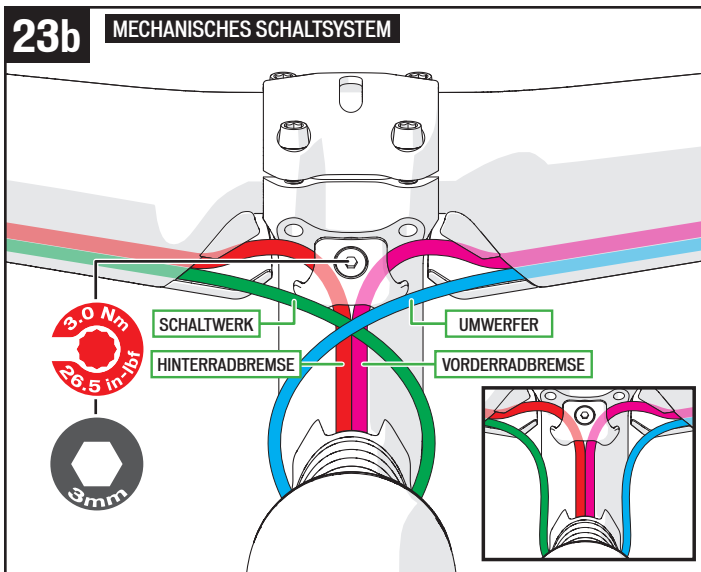

ABB. 23b: Fixieren Sie die Bremszughüllen unter dem Vorbau (mechanisches Schaltsystem).
- Führen Sie die Schaltzughüllen durch die Löcher an der Außenseite des Übergangs. Die Schaltzughüllen können durch ein beliebiges Loch geführt werden und sich zu den Schalthebeln überkreuzen (empfohlen) oder ohne Überkreuzen direkt zu den Schalthebeln geführt werden (**Abb. 23b**).
- **Mechanisches Schaltsystem:** Führen Sie die Schaltzughüllen durch die äußeren Löcher auf der Antriebsseite. Die Zughüllen können durch ein beliebiges Loch geführt werden und direkt zu den Schalthebeln geführt werden oder sich zu den Schalthebeln überkreuzen (Abb. 23b).
- Führen Sie die Schalt- und Bremszughüllen durch die Lenkerseite, die jeweils dem linken und rechten Brems- und Schalthebel entspricht. Wie empfehlen die Cali-Kreuzverlegung (wie abgebildet), eine direkte Verlegung der Zughüllen ohne Überkreuzen (Detailbild in Abb. 23b) ist ebenfalls möglich.